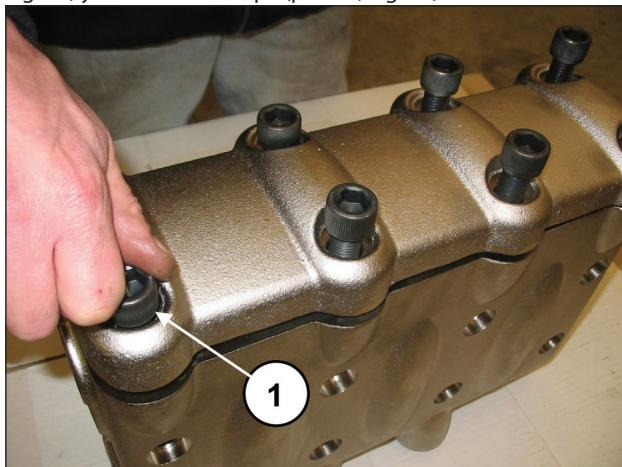
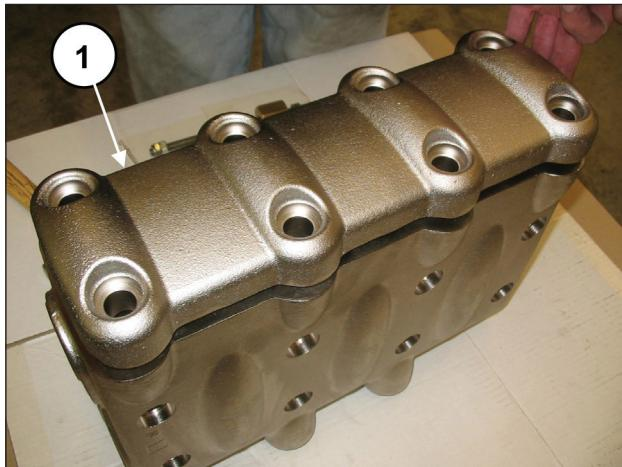

Fig. 88
Fig. 89
Quitar los 8 tornillos M16x55 de la tapa de las válvulas (pos. ①, Fig. 88) y desmontar la tapa (pos. ①, Fig. 89).